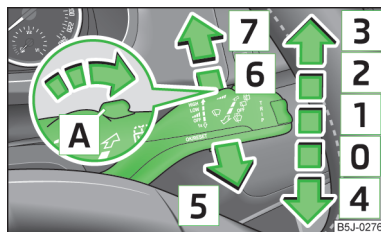

Fig. 33
- Si se desea limpiar el parabrisas sólo **brevemente**, empujar la palanca a la posición de suspensión elástica **4** » fig. 33.
- Levantar la palanca a la posición **1** » fig. 33.
- Levantar la palanca a la posición **2** » fig. 33.
- Levantar la palanca a la posición **3** » fig. 33.
- Tirar de la palanca hacia el volante a la posición de suspensión elástica **5** » fig. 33, el sistema de lavado y el limpiacrystales trabajan.
- Empujar la palanca, apartándola del volante, a la posición **6** » fig. 33, la escobilla barrerá cada 6 segundos.
- Empujar la palanca, apartándola del volante, a la posición de suspensión elástica **7** » fig. 33, el limpiacrystales y la instalación de lavado trabajan.
- Volver a colocar la palanca en la posición básica [0] » fig. 33.
Si está conectada la luz de cruce o de carretera y la palanca del limpiaparabrisas [5] » fig. 33 de la página 49 está retraída, los faros se salpicarán ligeramente. Para limpiar el faro se debe proceder también tras cada quinto rociado del parabrisas.